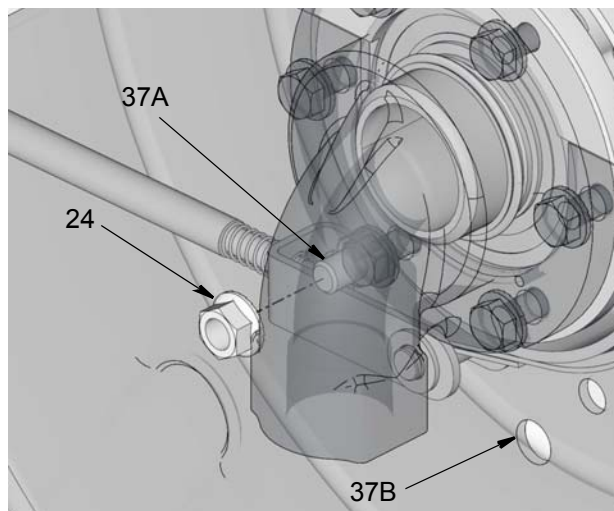

FIG. 31: 37A muestra la ubicación nueva de la clavija de anclaje (37). 37B muestra la ubicación anterior de la clavija de anclaje (37).
16. Monte la clavija de anclaje (37) en el bastidor (FIG. 31). Vuelva a montar la tuerca (24) sobre la clavija de anclaje (37) y apriétela con firmeza (FIG. 31).